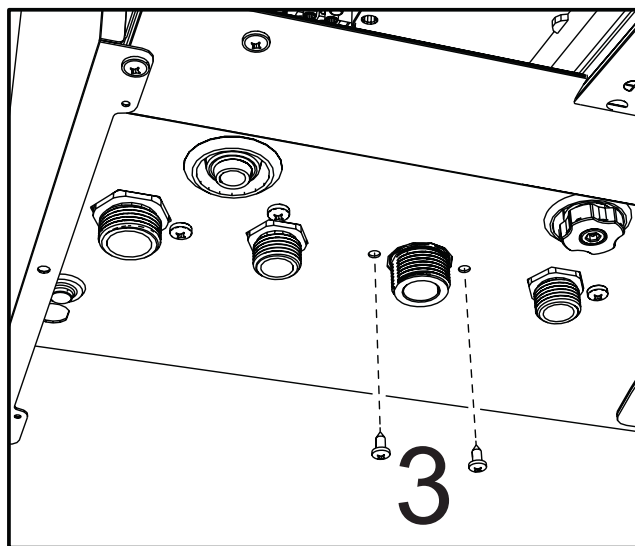

Рис. 44
- Открутите винты «3» (рис. 44).